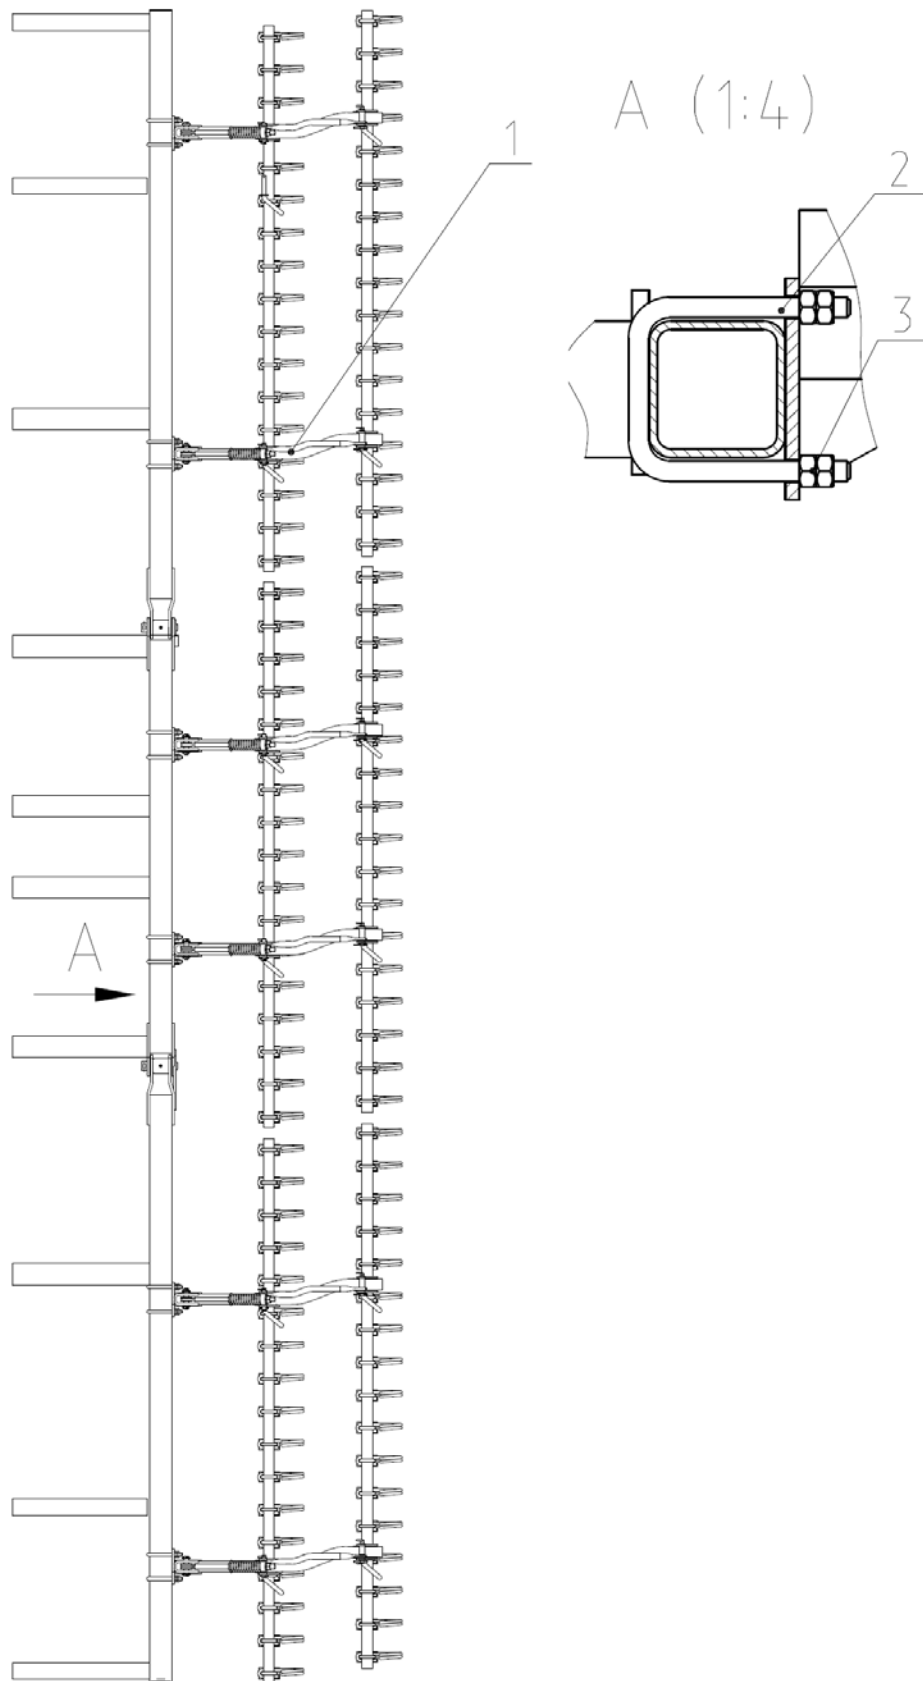

Рис.23 КСП-6 с комплектом 2-х рядных гребенок.
2.26. Комплект гребенок 2-х рядных КСП (Рис.23). Комплект крепится к центральной секции КСП 01.000 и крыло КСП 01.090А закрепленный скобами 3,5,6 и гайкой 4.